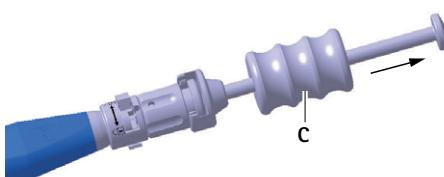

Fig. 6 Knacka ut provimplantatet/implantatet med hammaren
- Knacka försiktigt ut provimplantatet D med hammaren C ur mellankotsutrymmet, se Fig. 6.
- ▶ Knacka försiktigt ut implantatet a med hammaren C ur mellankotsutrymmet, se Fig. 6.